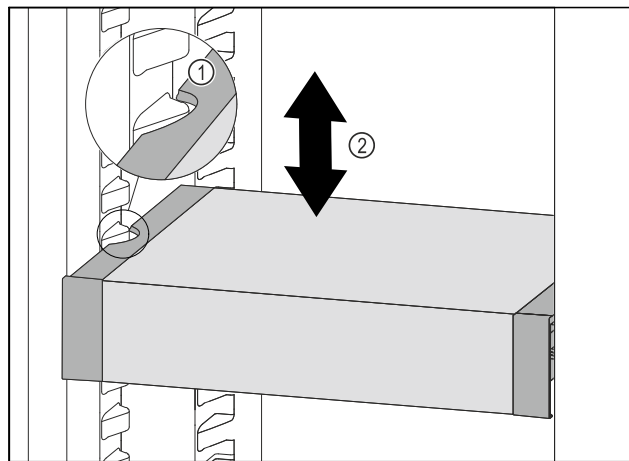

Fig. 106
- VarioSafe vucite prema naprijed sve dok se bočni otvori VarioSafe ladice ne nađu na visini žlijeba spremnika u hladnjaku. Fig. 106 (1)
- Pomičite ladicu VarioSafe u hladnjaku prema gore ili dolje sve dok ne dosegnete željenu visinu. Fig. 106 (2)